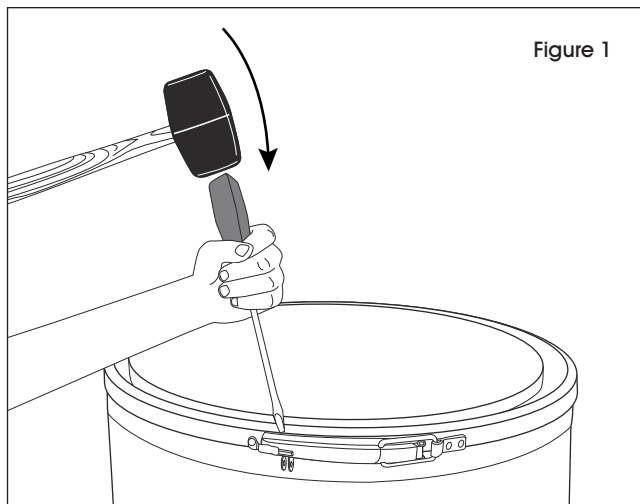

Figure 1
1. Place tip of screwdriver against the flat edge of the locking tab. (See Figure 1)
2. Strike the top of the screwdriver with a mallet. Locking tab will be forced down, releasing the handle. (See Figure 1)
1. Placez la pointe du tournevis contre le bord plat de la languette de blocage. (Voir Figure 1)
2. Frappez le tournevis à l'aide du maillet. La languette de blocage s'enfoncera dégageant ainsi la poignée. (Voir Figure 1)